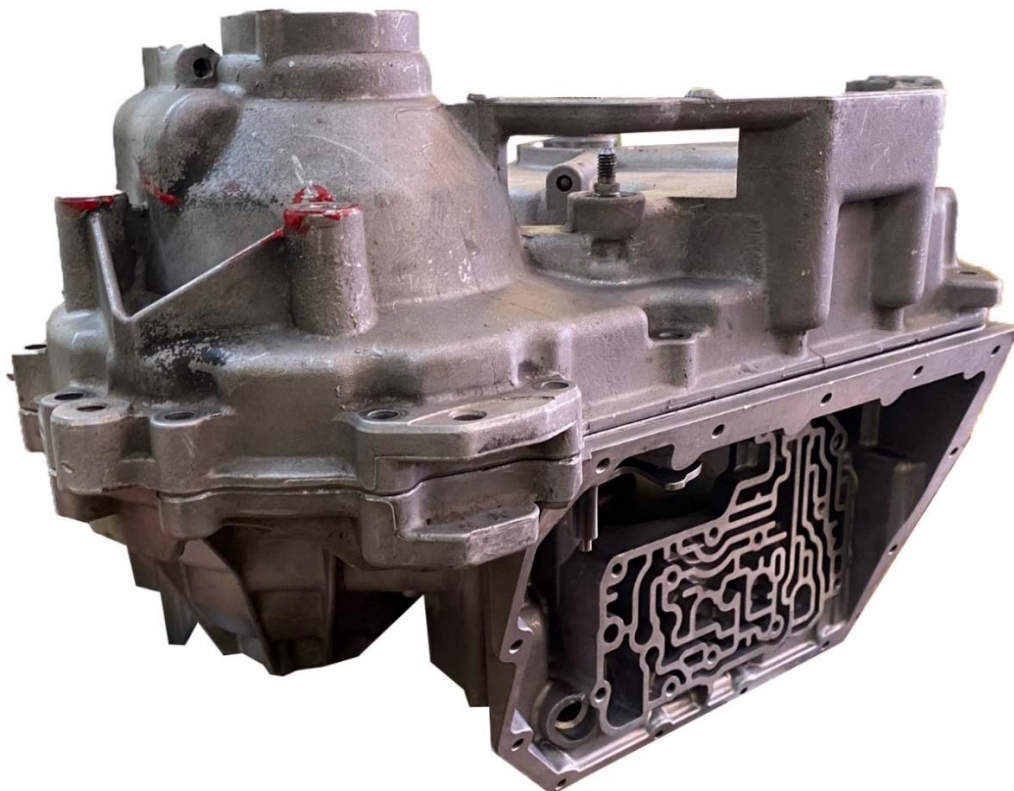

Рисунок 91 – установка крышки картера на картер.
- установить крышку картера на картер (рисунок 91);